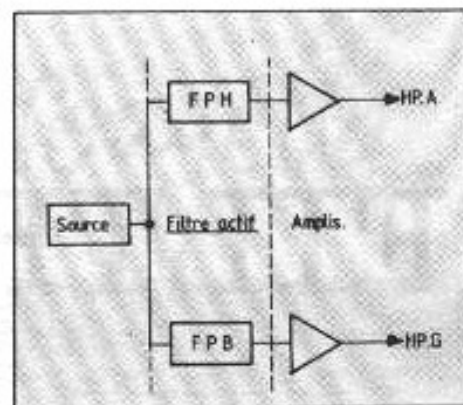

Fig. 2 : Exemple de filtrage « 2 voies » en actif.
- le **filtrage actif** : Multi-amplification, filtrage par circuit actif avant l'amplification (Figure 2).